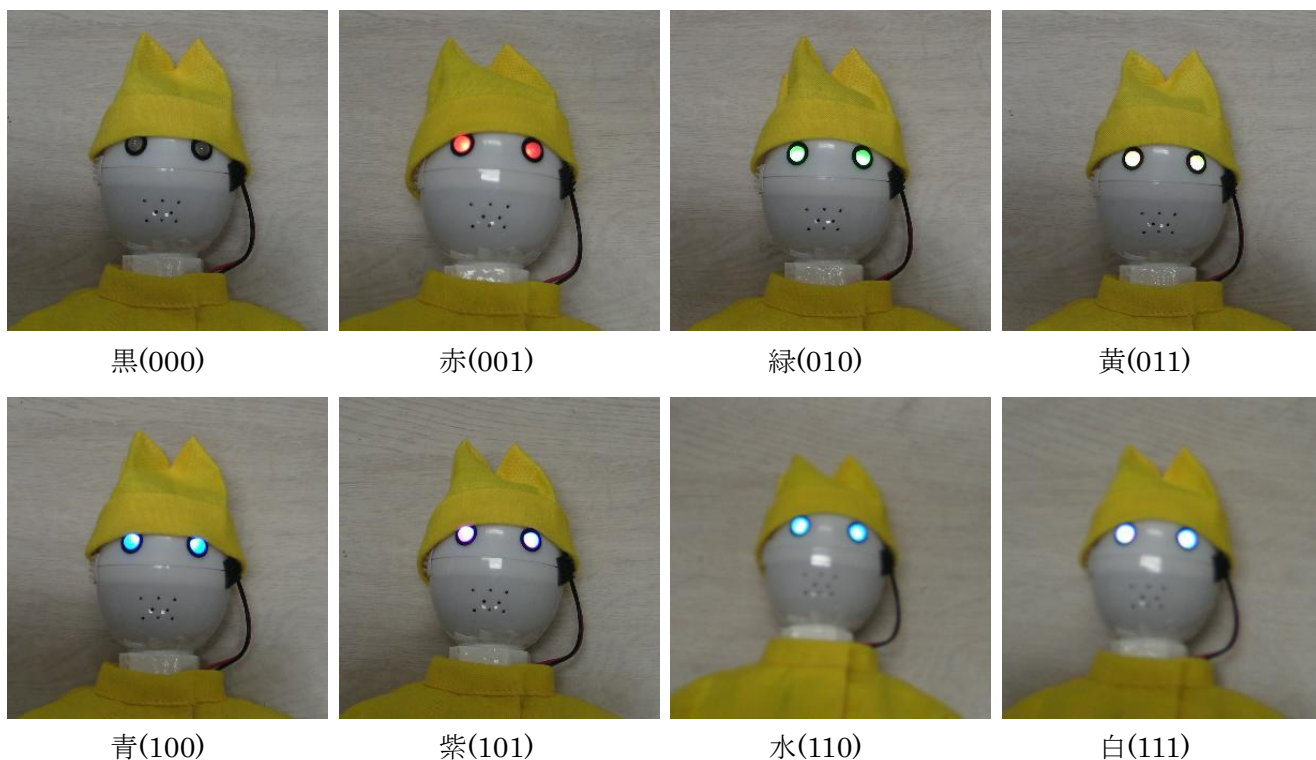

図 2.2 LED 発光色
- ・※写真（図 2.2）の色合いはカメラを通してしているため実際とは若干異なります。正確な発色は実物等でご確認下さい。